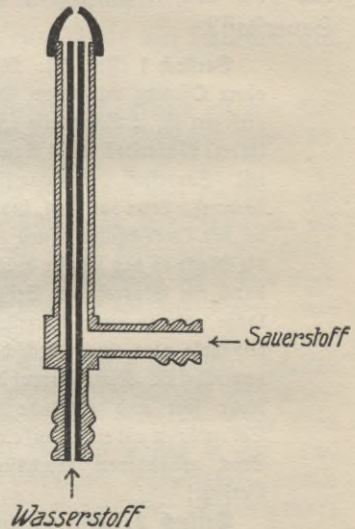

Fig. 23a. Daniellscher Hahn (Knallgasgebläse).
**Versuch 2:** Leite in einen Daniell'schen Hahn (Fig. 23a) Sauerstoff und Wasserstoff und entzünde das Gasgemisch. Bringe in die Stichtlamme 1. einen Platindraht, 2. eine Uhrfeder, 3. ein Stück Kreide und beschreibe die Wirkungen.